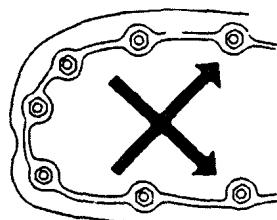

图 1-2
2. 螺栓、螺母、十字螺栓等在装锁时应先略微装锁之后，由大径至小径、由内侧至外侧以对角方式，按规定扭矩锁紧，见图 1-2。